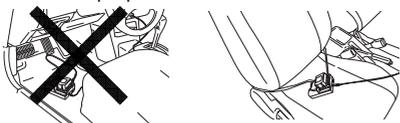

Fig. 12
- Coloque o carregador da bateria em posição no carro. Utilize a alça fornecida com o carregador da bateria para apertar o carregador da bateria na posição e evitar que se mova inadvertidamente. (Consulte a Fig. 12)